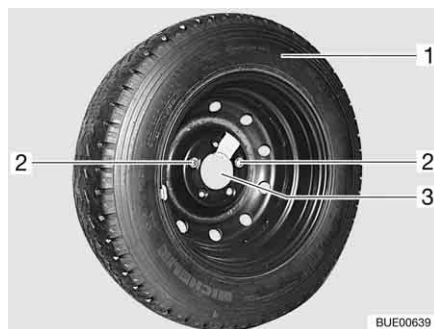

Bild 312 Ersatzrad-Halterung in der Heckgarage
- Die beiden Befestigungsschrauben (Bild 312,2) mit dem Bordwerkzeug herausdrehen und abnehmen.
- Das Ersatzrad (Bild 312,1) von der Halterung (Bild 312,3) abnehmen.